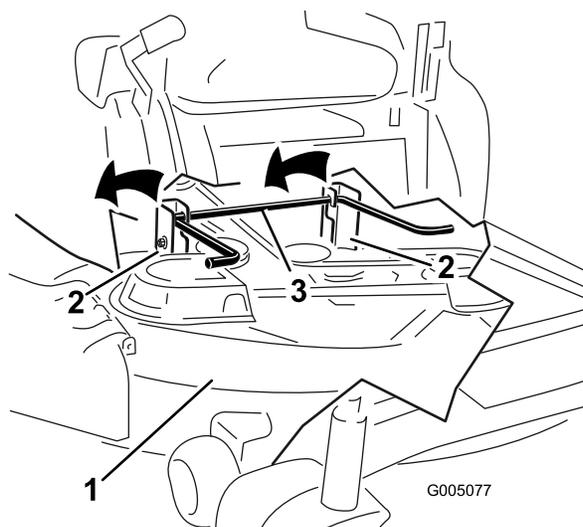

Figura 47
5. Eleve la plataforma del cortacésped y desenganche la varilla de elevación trasera de los soportes, y baje el cortacésped con cuidado al suelo (Figura 47).
5. Eleve la parte trasera de la plataforma del cortacésped y coloque los soportes sobre la varilla de elevación trasera (Figura 47).